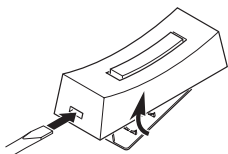

Figura 1
1. **Retire la pestaña naranja de la batería del botón pulsador.** Extraer la parte posterior de la caja presionando la aleta en el botón con un destornillador pequeño (vea la Figura 1). Quite la aleta anaranjada de la batería.
- **Montaje con tornillos:** Para montar con tornillos, quite la parte de atrás de la caja empujando hacia adentro la lengüeta de abajo con un destornillador pequeño y girando la cuchilla (vea la Figura 1). *Nota:* Quite la suciedad de los orificios para tornillos (si es necesario) antes de poner los tornillos. Coloque la parte de atrás de la caja contra la jamba o la pared (vea la Figura 3). Encaje a presión la parte frontal del pulsador.